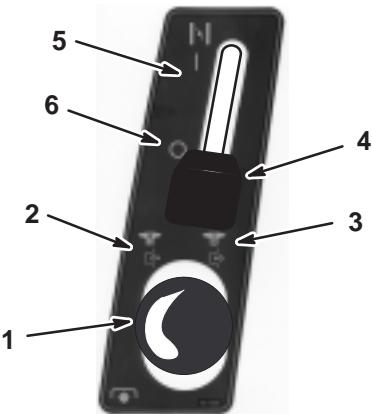
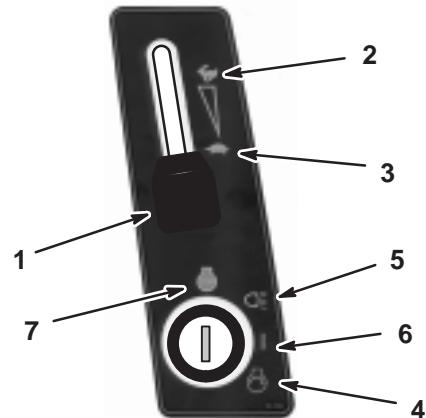

Bild 10
Bild 11
- Kuppeln Sie die Zapfwelle aus (Bild 10).
- Stellen Sie den Chokehebel beim Anlassen eines kalten Motors auf die Ein-Stellung (Bild 10).
- Stellen Sie den Gashebel auf Langsam (Bild 11).
- Drehen Sie den Zündschlüssel im Uhrzeigersinn und halten ihn auf Start (Bild 11). Lassen Sie den Schlüssel sofort los, wenn der Motor anspringt.
- Stellen Sie nach dem Motorstart den Chokehebel langsam auf die Aus-Stellung (Bild 10) und den Gashebel auf Schnell (Bild 11).
- Drehen Sie den Zündschlüssel auf Aus (Bild 11).